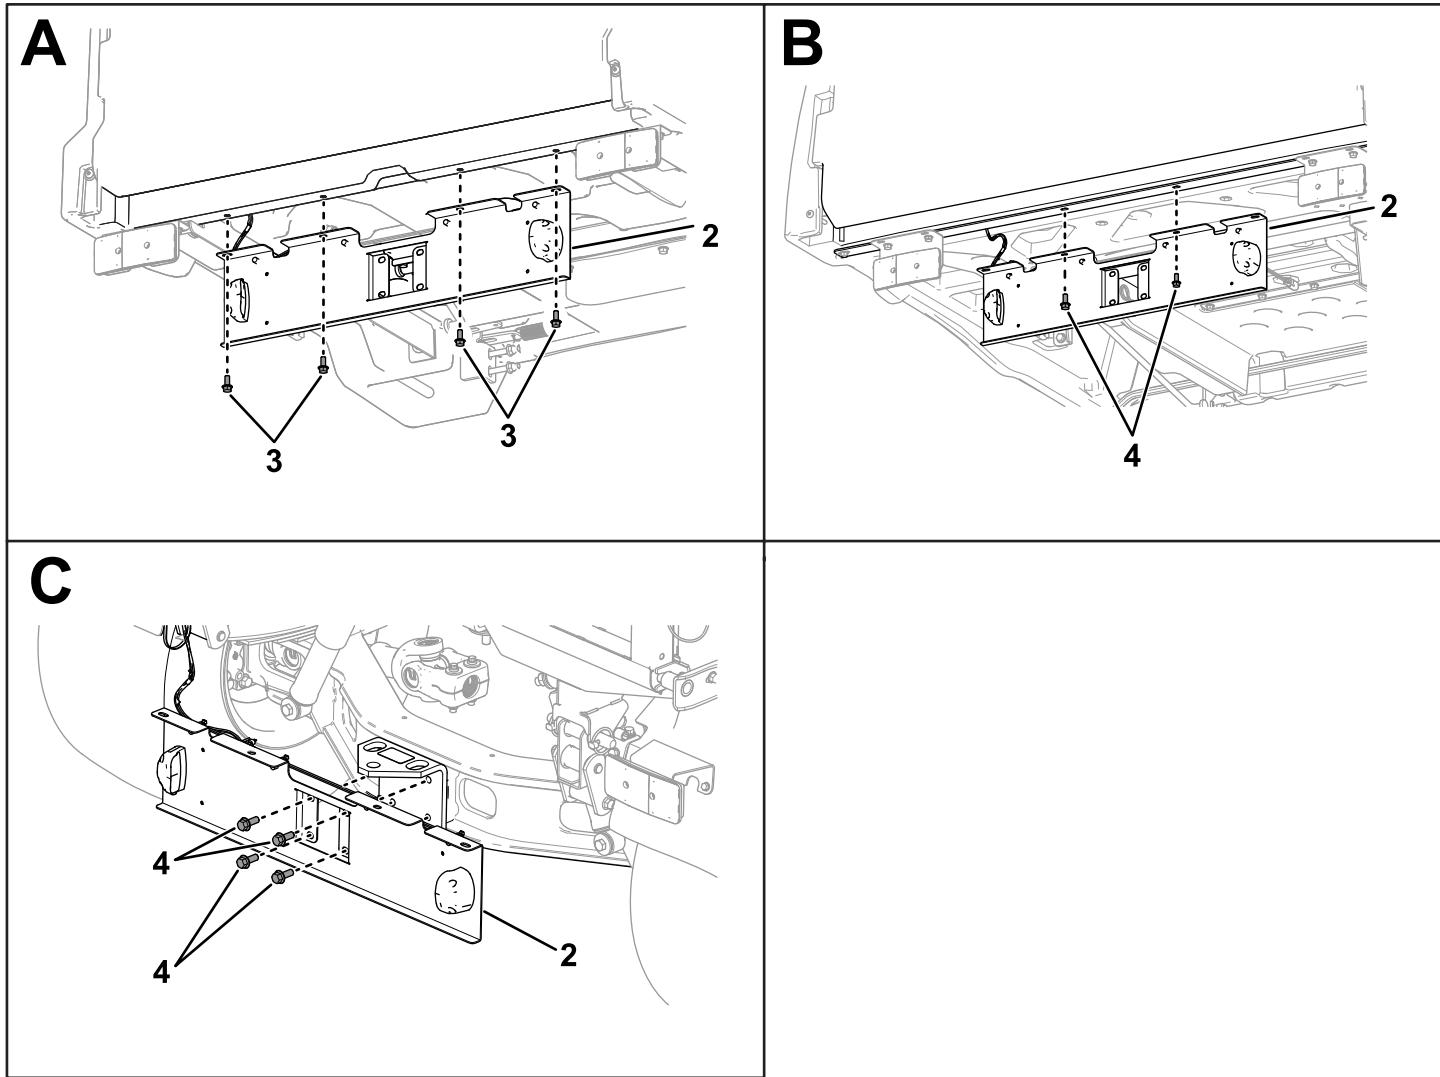

図2
- ・ **ワークマン GTX:** 六角フランジヘッドボルト5/16 x 3/4"4本を使用して、荷台の下側に取り付ける図2のA。
- ・ **ワークマン MDX:** 荷台の下側についている既存のフランジヘッドボルト2本を外し、これらを使用して取り付ける図2のB。
- ・ **ワークマン HDX:** ヒッチプレートについている既存のフランジヘッドボルト4本を外し、これらを使用して取り付ける図2のC。